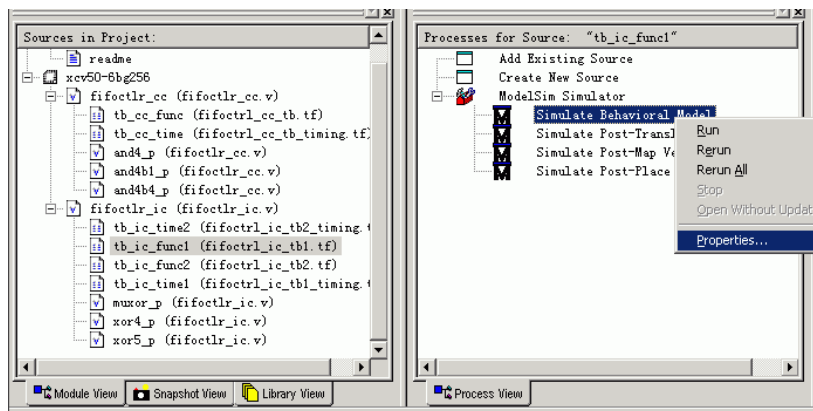
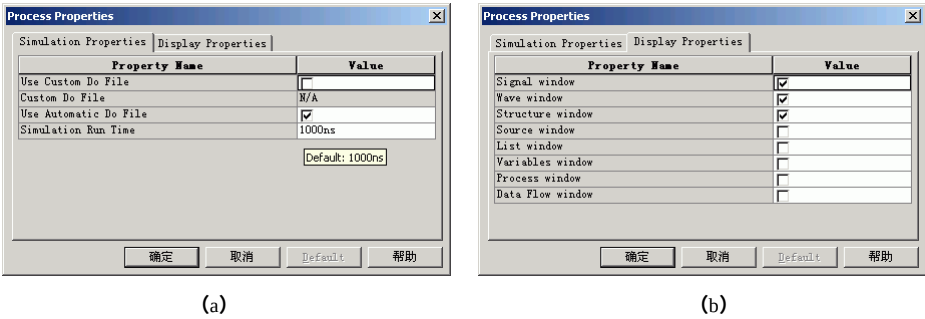

图3-4 在 ISE 中对前仿真属性进行设置
图3-5 ISE 中行为仿真属性对话框
4. 选择功能仿真文件【tb_ic_func1 (fifoctrl_ic_tb2.tf)】，然后在相应的【Process View】窗口中选中【Simulate Behavioral Model】仿真的阶段，单击鼠标右键，在弹出菜单中选择【Properties】命令，如图 3-4 所示。
5. 以上操作将打开程序属性对话框，在这个对话框中有两个不同的选项卡如图 3-5 所示。在【Simulation Properties】中有以下 4 个不同的选项。
用户通过 GUI 界面设置的 ModelSim 程序属性都可以在此类文件中找到对应的命令。例如，如果选择了【Use Custom Do File】选项，就需要在【Custom Do File】的【Value】域中给出定制 DO 文件的位置，指定了 <user_do.do> 文件以后，程序自动生成的【tb_ic_func1.fdo】中就会多出一个命令 do <user_do.do>。如果在图 3-5 (b) 所示的复选框中进行了选择，在 fdo 文件中就会相应地产生这些命令。
如图 3-4 所示，选择时序仿真文件【tb_ic_time1 (f1foctrl_ic_tb1_timing.tf)】，然后在相应的【Process View】窗口中选中【Simulate Post-Place & Route Verilog Model】仿真，单击鼠标右键，在弹出菜单中选择【Properties】命令，打开的属性对话框如图 3-6 所示，与图 3-5 相比多了【Simulation Model Properties】选项卡，同时【Simulation Properties】选项卡的属性也有所不同。